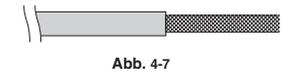

Abb. 4-7
- (1) Den Kabelmantel vorsichtig entfernen, ohne den Geflechtschirm zu beschädigen. (Abb. 4-7)